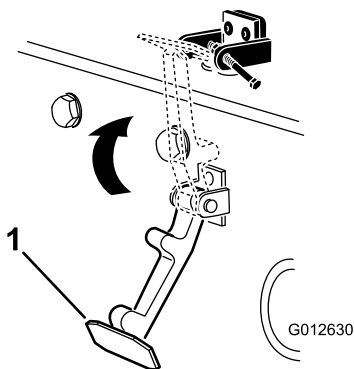

Figure 8
6. Accrochez le verrou sur son support (Figure 8).